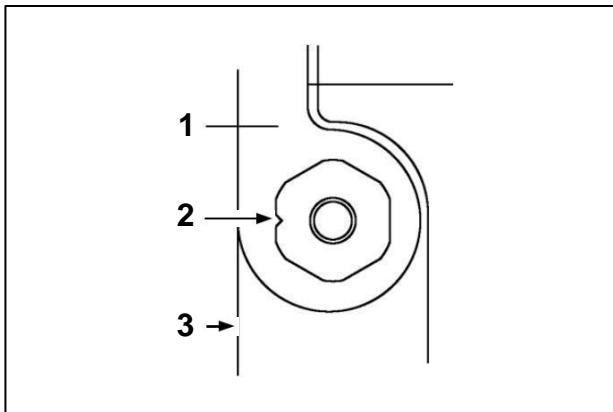

Рис. 17. Базове положення ексцентрикової цапфи
□ Використовуючи відповідну сторону ключа для фіксатора, поверніть ексцентрикову цапфу так, щоб маркіровочная виїмка вказувала на край фантома (базове положення, див. Рис. 17).